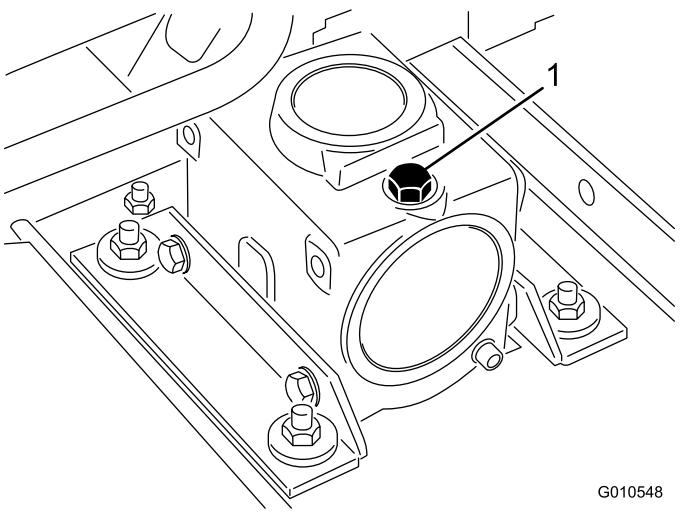

Figura 19
2. Retire la varilla/ tapón de llenado de la parte superior de la caja de engranajes (Figura 19) y compruebe que el lubricante está entre las marcas de la varilla. Si el nivel de lubricante es bajo, añada suficiente lubricante para que el nivel quede entre las marcas.